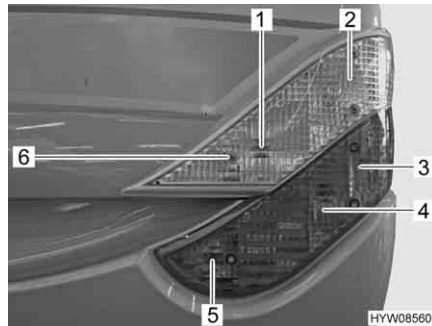

Fig. 204 Luci posteriori (lato anteriore)
- Svitare le sei viti ad esagono cavo (Fig. 204,6)